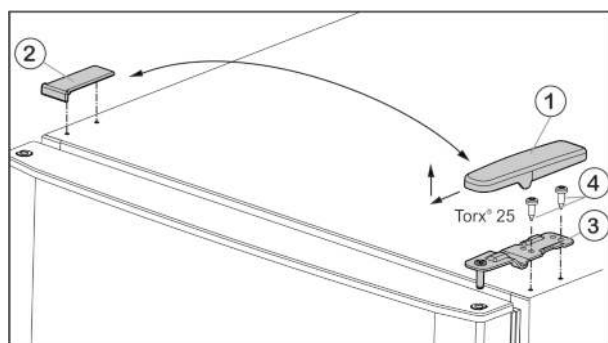

Fig. 5
- ▶ Потяните крышку Fig. 5 (1) вперед и вверх.
- ▶ Снимите крышку Fig. 5 (2).
- ▶ Открутите верхний опорный кронштейн *Fig. 5 (3)* (2 шт. Torx® 25) *Fig. 5 (4)* и вытяните вверх.
- ▶ Установите верхнюю дверцу на средний опорный кронштейн (13).
- ▶ Установите верхний опорный кронштейн *Fig. 5 (3)* на новой стороне шарнира и защелкните в дверце.
- ▶ Привинтите верхний опорный кронштейн (**с моментом 4 Нм**) (2 шт. Torx® 25) *Fig. 5 (4)*. При необходимости используйте аккумуляторный шурупверт.
- ▶ Наденьте и защелкните крышку *Fig. 5 (1)* на противоположной стороне снаружи.
- ▶ Также наденьте сверху и защелкните крышку *Fig. 5 (2)* на противоположной стороне.